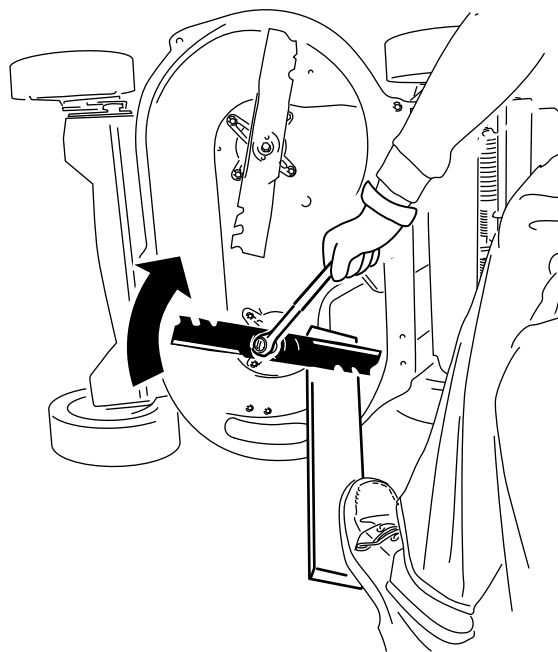

Figure 31
2. Immobilisez chaque lame à l'aide d'une planche et tournez le boulon de la lame dans le sens horaire au moyen d'une clé dynamométrique, comme montré à la Figure 31; serrez le boulon de la lame à **82 N·m (60 pi-lb)**.